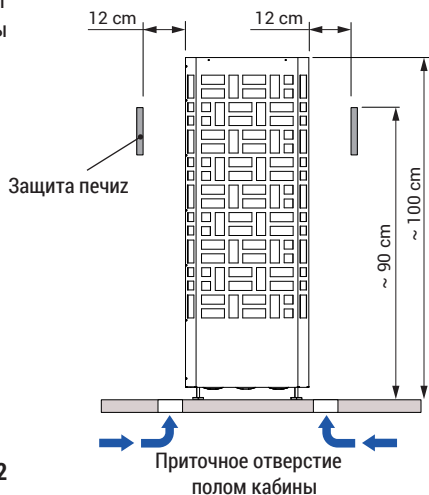

Рис. 3
- Высота защитной стойки печи должна соответствовать размерам согласно рис. 3.